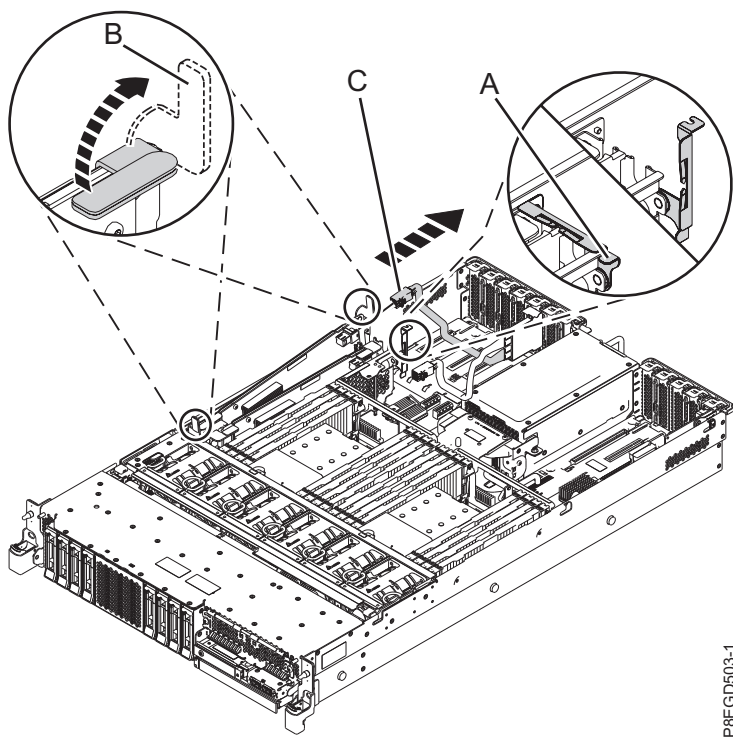

Figura 3. Desconnexió del cable posterior SAS de l'adaptador intern SAS RAID de la ranura P1-C14
- e. Feu pressió la nansa blava de la peça de subjecció de retenció de cables (**A**) de l'adaptador intern SAS RAID a la ranura P1-C14, tal com es mostra a Figura 3 a la pàgina 6.
- f. Aixequeu les nanses blaves (**B**) de l'adaptador intern SAS RAID en la direcció que es mostra a Figura 3 a la pàgina 6.
- g. Mitjançant les nanses blaves de l'adaptador intern SAS RAID, aixequeu l'adaptador suficient per desconnectar el cable posterior SAS (**C**) de l'adaptador intern SAS RAID. Consulteu Figura 3 a la pàgina 6.